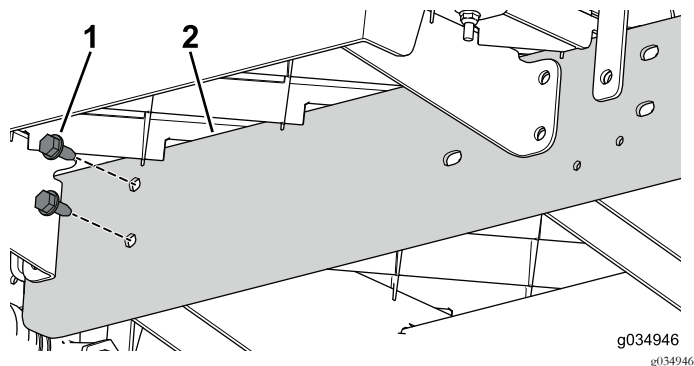

Figura 75
6. Utilice los 2 pernos (5/16" x 3/4") para sujetar provisionalmente la extensión del perfil central a la sección delantera de la máquina (Figura 75).